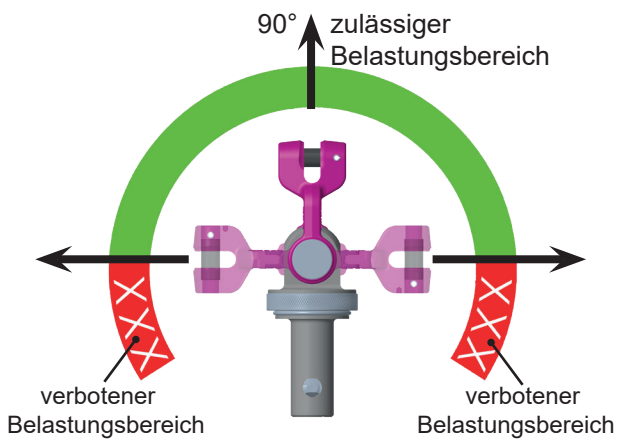
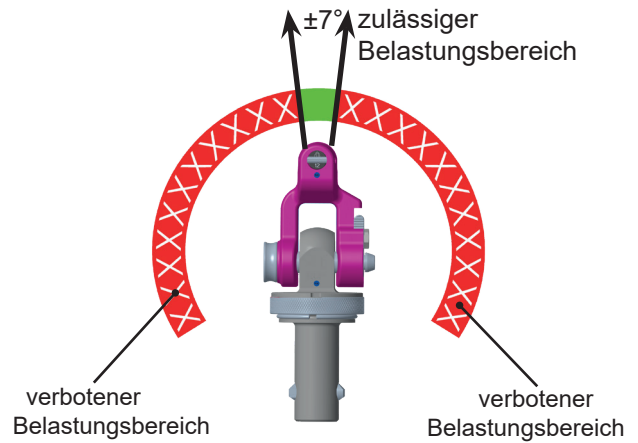

Abb. 16: Zulässiger Belastungsbereich in Ringebene
Abb. 17: Verbotene Querbelastung zur Ringebene
- Tragfähigkeit des PIP-RAPIDO darf nicht durch die Tragfähigkeit des verwendeten Schäkels unterschritten werden (Belastungsrichtungen siehe Abb. 16 / Abb. 17)